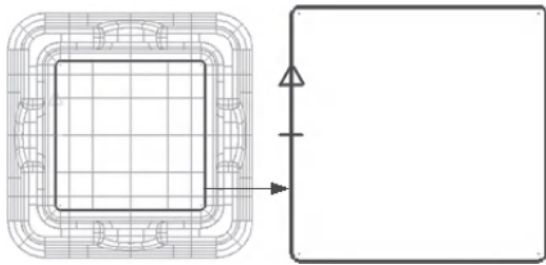

图 6-74 选择加工曲线
1) 选择【刀路】/【外形】命令，系统弹出【线框串连】对话框，单击【俯视图】单选按钮 ，在绘图区刚调出来的矩形左侧直线中点处单击，如图 6-74 所示，单击【确定】按钮 。